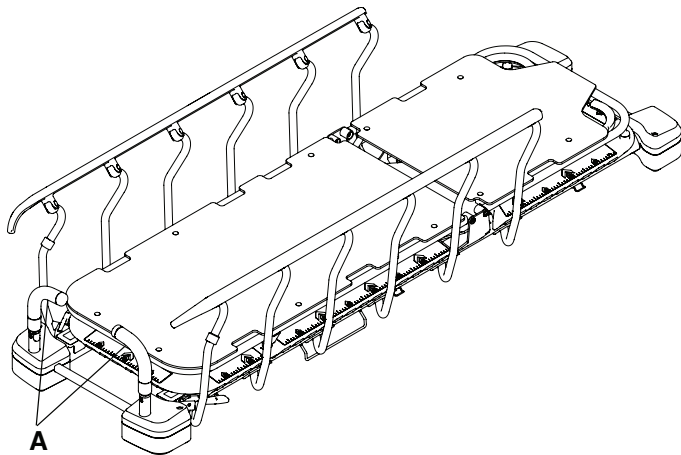

Figure 9 – Positionnement des poignées de poussée du côté pieds
1. Soulever tout droit les poignées de poussée du côté tête (A) une à la fois (Figure 9).
2. Faire pivoter les poignées de poussée du côté pieds (A) en position d'utilisation.